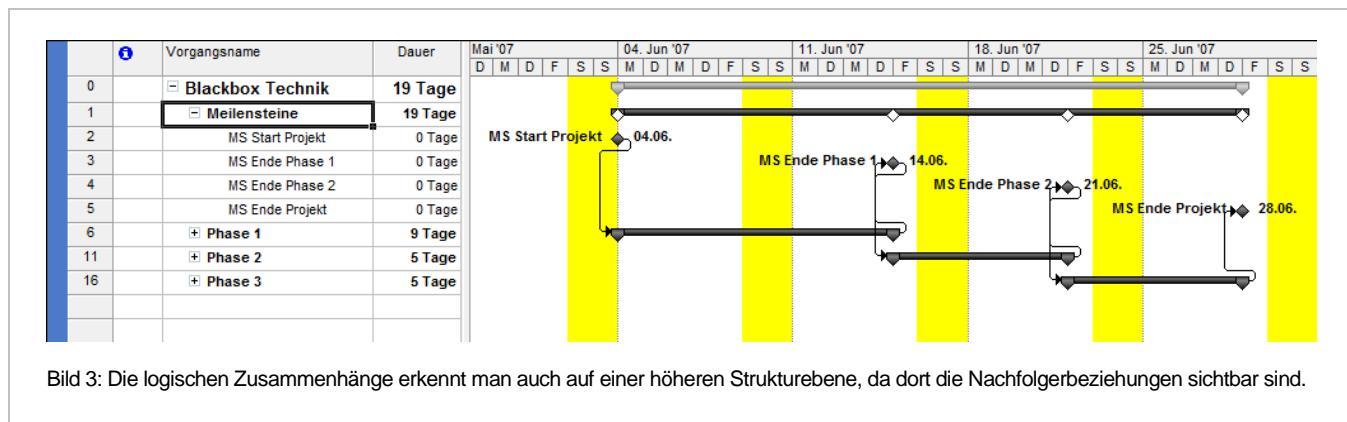

Bild 3: Die logischen Zusammenhänge erkennt man auch auf einer höheren Strukturbene, da dort die Nachfolgerbeziehungen sichtbar sind.
- Im oberen Bereich des Projektplans werden markante bzw. wichtige Termine in Form von Meilensteinen als sogenannte "Management-Meilensteine" in einem gesonderten Sammelvorgang dargestellt (Bild 3).